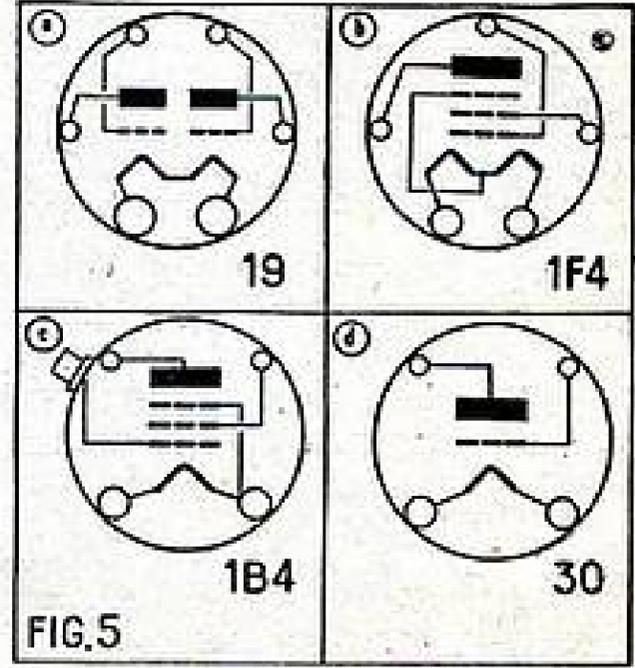

FIG. 5
des brochages, ceux-ci donnés par la figure 5. Toutes les lampes employées sont chauffées sous 2 V courant continu. La différence réside dans les courants filament, ce qui veut dire que les filaments doivent être montés en parallèle.
- Lampe 19. Double triode :  $V_f = 2 \text{ V}$ ,  $I_f = 0,26 \text{ A}$ . Tension plaque = 135 V. Brochage = Figure 5 en a.
- Lampe 1F4. Pentode :  $V_f = 2 \text{ V}$ ,  $I_f = 0,12 \text{ A}$ . Tension plaque = de 90 à 180 V. Brochage = Figure 5 en b.
- Lampe 1B4. Pentode :  $V_f = 2 \text{ V}$ ,  $I_f = 0,06 \text{ A}$ . Tension plaque = de 90 à 180 V. Brochage = Figure 5 en c.
- Lampe 30. Triode :  $V_f = 2 \text{ V}$ ,  $I_f = 0,06 \text{ A}$ . Tension plaque = 180 V. Brochage = Figure 5 en d.